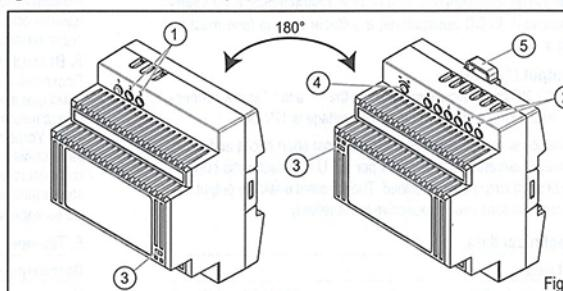

Fig. 1
2. Installation (Fig. 1, 2)
- ① AC Input
- ② DC Output
- ③ LED DC OK
- ④ Potentiometer 11,2 -14,2 V DC
- ⑤ Universal snap-on foot for EN DIN rails.
- ① Entrée Secteur AC
- ② Sortie alimentation DC
- ④ Potentiomètre 11,2 -14,2 V DC
- ⑤ Fixation pour Rail DIN.
4. Input (①, Fig. 1)